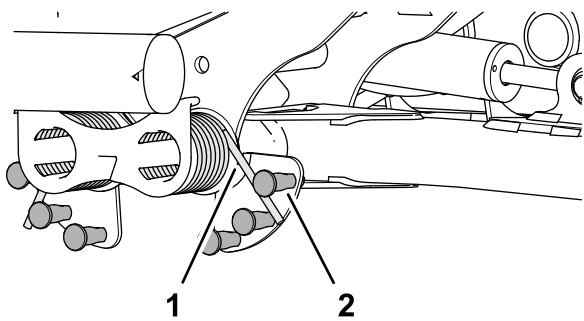

Bild 51
2. Stecken Sie das lange Ende der Gegengewichtsfeder in ein Rohr oder einen ähnlichen Gegenstand und schwenken Sie die Feder um den abgesetzten Bolzen in die gewünschte Position (Bild 51).